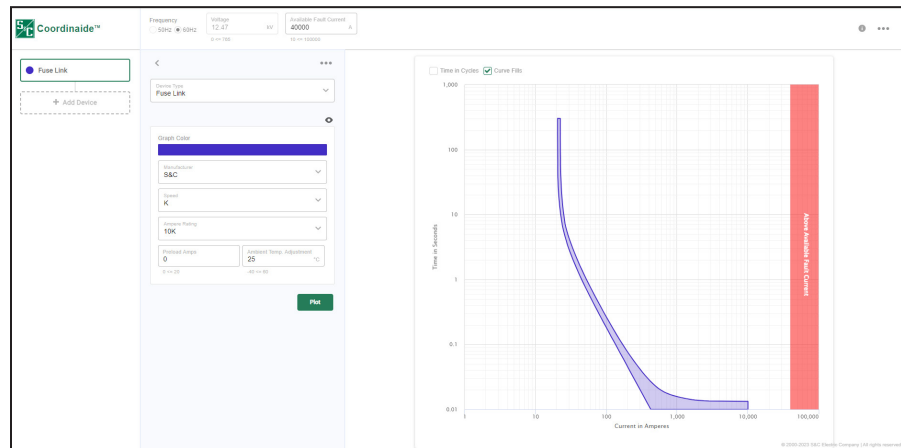

Figura 7. Curva TCC gerada pelo botão Plot.
PASSO 3. Quando os parâmetros do dispositivo de proteção estiverem introduzidos, clique no botão **Plot** (Plotar) para criar a curva TCC do dispositivo. Ver Figura 7.